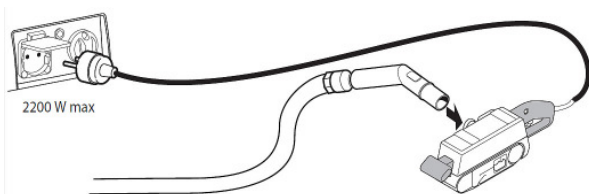

Abb. 16: Zusätzliche Steckdose
Das Gerät ist mit einer zusätzlichen Steckdose ausgestattet (Abb. 16), die zum Anschluss eines Elektrowerkzeugs genutzt werden kann.
Schritt 1: Elektrowerkzeug an der Steckdose des Saugers (Abb. 16) anschließen.